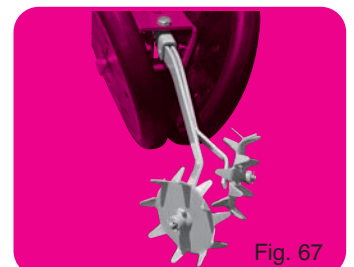

Fig. 67
- Roto-herses arrière (fig. 67)
- Crumblers (fig. 67)
- Heckscheibenege (Abb. 67)
- Draaiende eg (fig.67)